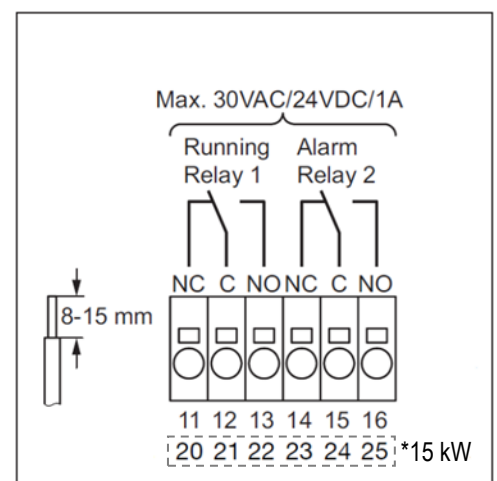

Fig. 9-7: Anslutningsklämmor
- Relä 1 (se fig. 9-7, plint 11, 12, 13,) kan användas för visning av drifttillståndet.
- Relä 2 (se fig. 9-7, plint 14, 15, 16) kan användas för visning av felmeddelanden.